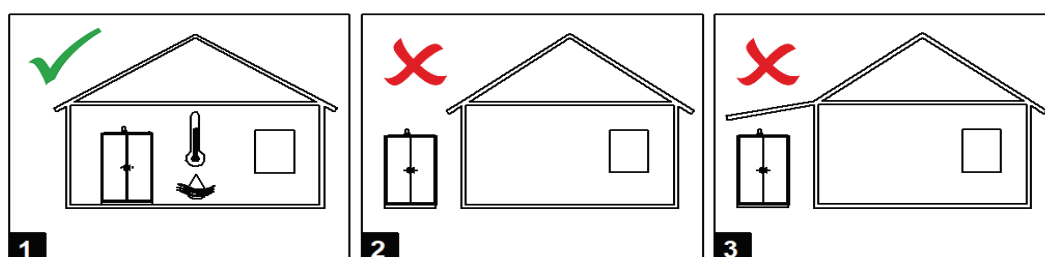

Fig. 12: Requisiti del luogo di installazione
- Controllare l'allineamento dell'armadio di sicurezza (Fig. 12).